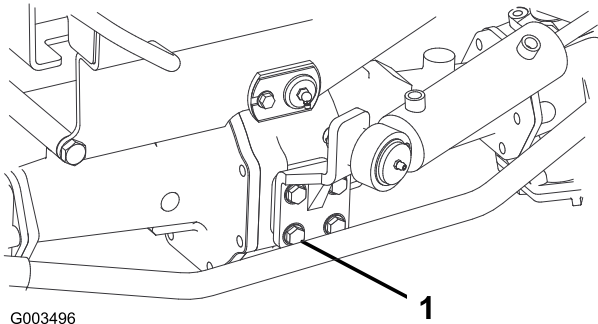

Figure 67
2. Serrez les 4 boulons du support du vérin de direction (Figure 67) à un couple de 65 à 81 N·m.